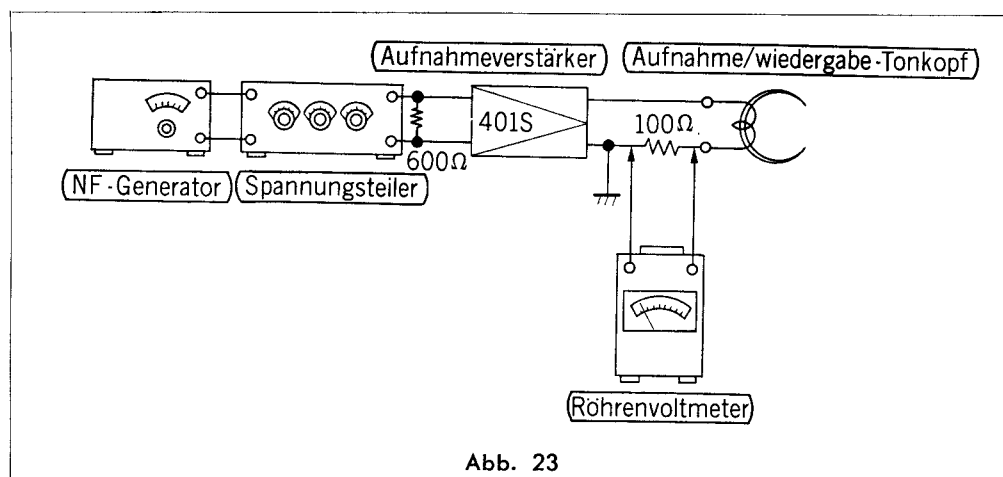

Abb. 23
Aufbau der Meßinstrumente: Siehe Abb. 23.
2. Wie auf Abb. 23 ersichtlich, den Ausgang des NF-Generators über den Spannungsteiler an die Mikrophon-Eingangsbuchse des Modells RQ-401S anschließen.